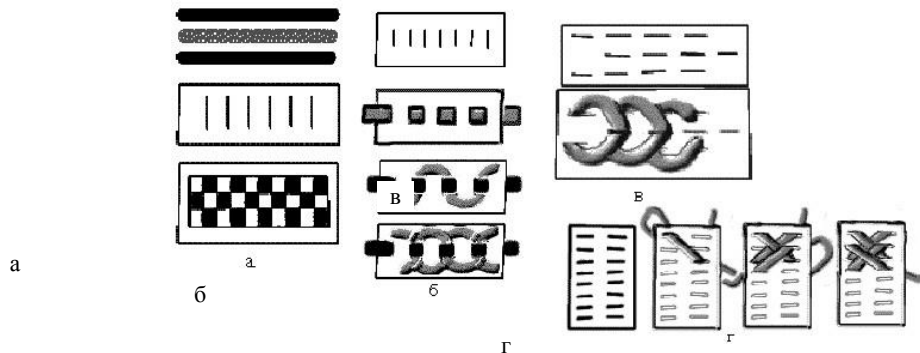

Рис. 2. Виды плетенки: а – шахматная плетенка; б – мережка; в – «елочка»; г – скрещивающаяся плетенка
**Плетенки.** Декоративное плетение внутри изделия может иметь вид шахматной плетенки, мережки, скрещивающейся плетенки (рис. 2).